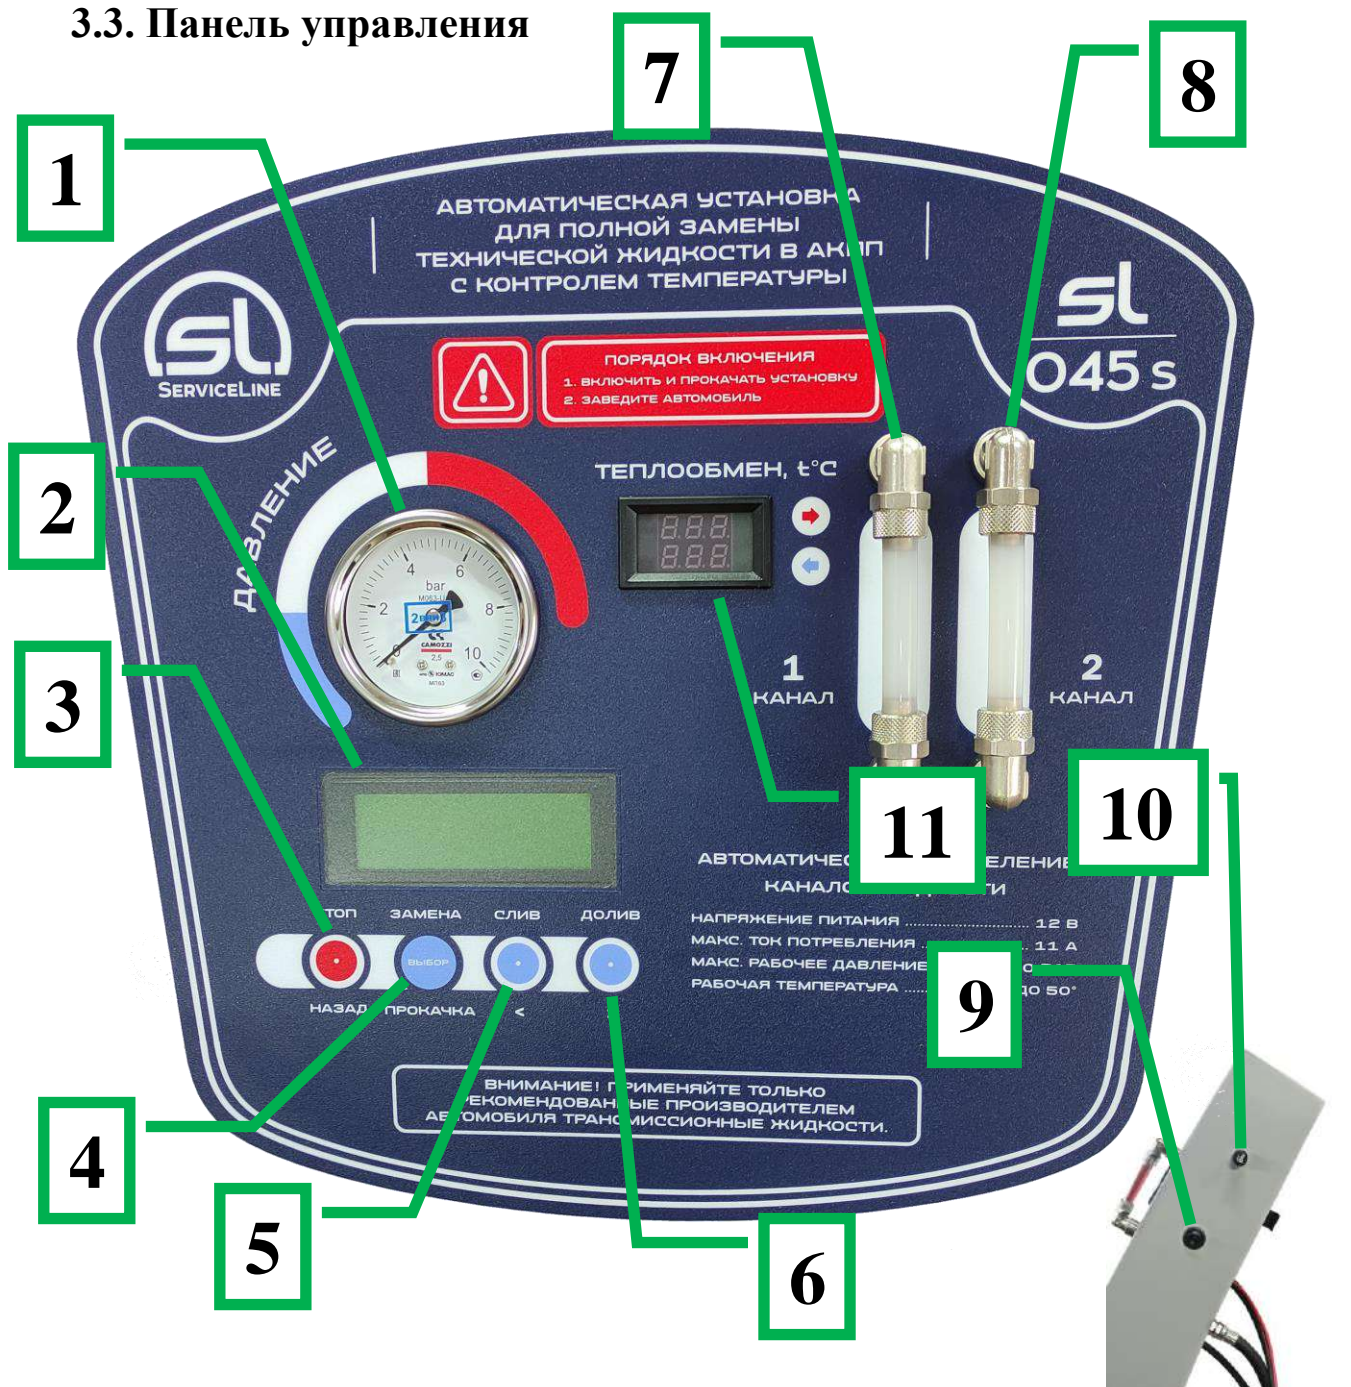

Рис. 2
12. Проследить за изменением температуры поступающей в АКПП новой жидкости за счет теплообмена со сливаемой старой жидкостью, можно на дисплее №2 (п. 11 рис.2).
13. Проследить за изменением цвета жидкости в индикаторе Канал 1, Канал 2 (пп. 7, 8 рис.2). Когда жидкость в индикаторе потока станет прозрачной процесс замены завершен.
15. Остановить процесс замены, если вы считаете, что качество жидкости в системе трансмиссии нормальное, можно нажатием кнопки «Стоп» (п.3 рис.2):